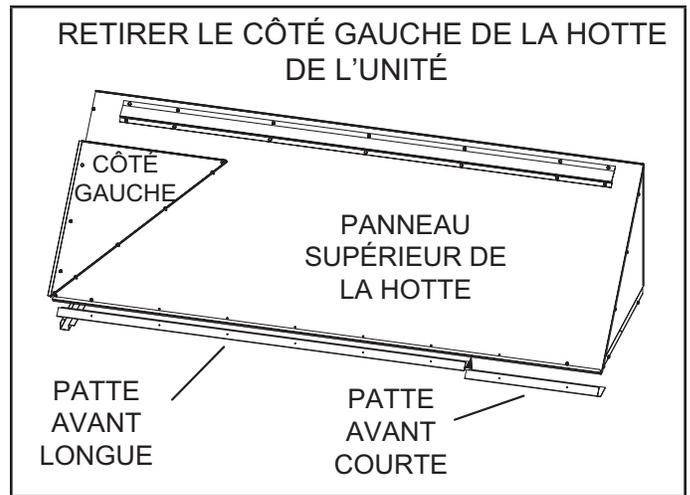
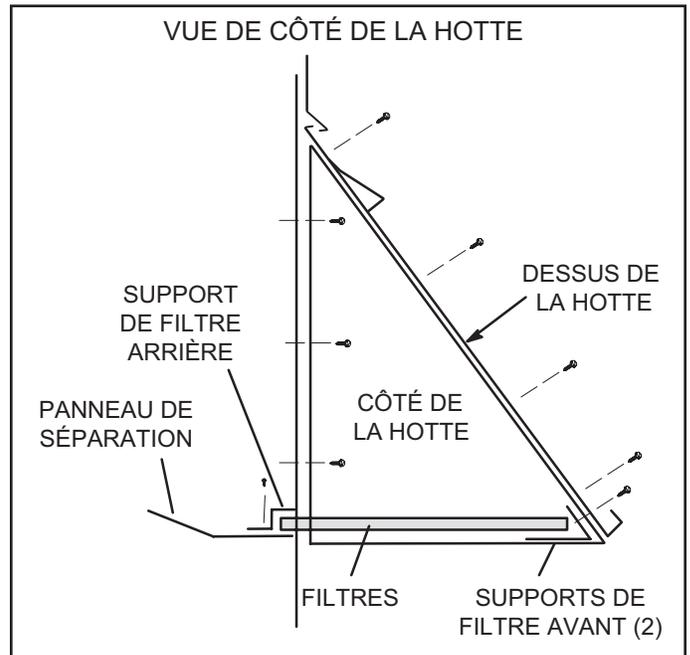

FIGURE 13
FIGURE 14
- 6 - Installer le support du filtre arrière sur le panneau de division de l'unité comme indiqué à la FIGURE 14.
- 8 - Installer le support de filtre avant plus long sur le dessus de la hotte, comme indiqué à la FIGURE 13 et FIGURE 14. Insérer les quatre filtres.